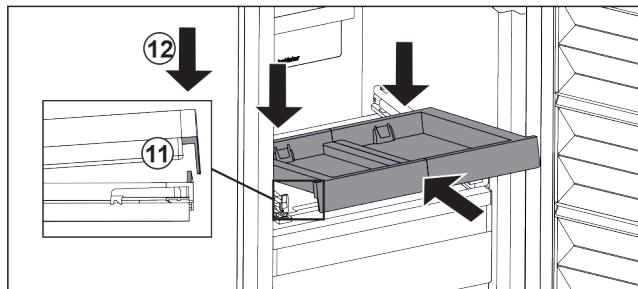

Fig. 127
- ▶ Вкарайте под ъгъл. Обърнете внимание на това, ограничителят и от двете страни да е зад езичето. Fig. 127 (11)
- ▶ Спуснете изтеглящата се дъска отпред. Fig. 127 (12)